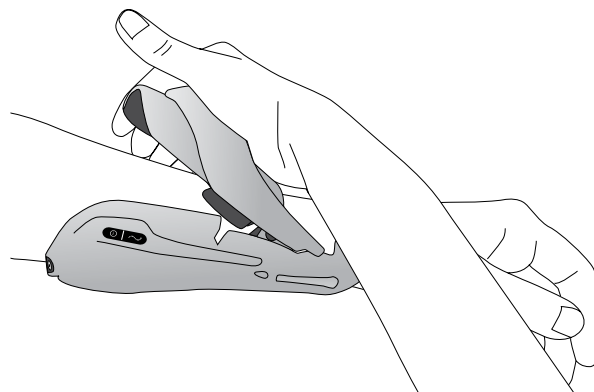

Figure 6-7 : Fermeture de l'aile de l'extenseur
5. Si l'orthèse est correctement placée, fermez l'aile de l'extenseur. Placez votre main au-dessus du bras d'aile et attrapez le dessous de l'aile de l'extenseur de l'orthèse avec vos doigts. Tirez sur l'aile de l'extenseur tout en appuyant sur le bras d'aile. Poussez jusqu'à ne plus entendre aucun cliquetis. Reportez-vous à la Figure 6-7.